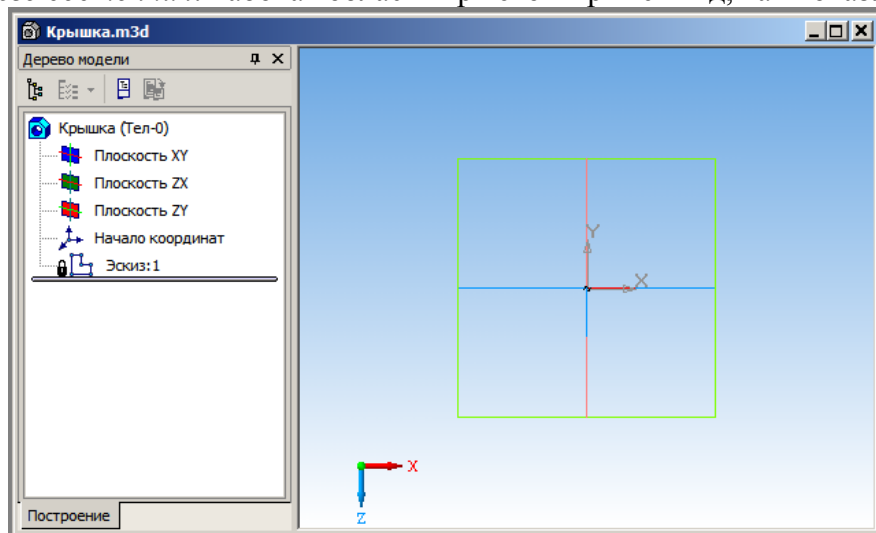

Рис. 6. Рабочая область в режиме редактирования эскиза
3. Чтобы приступить к построению эскиза, щелкните по кнопке  (*Эскиз*), расположенной на панели *Текущего состояния*. Рабочая область при этом примет вид, как показано на рис. 6.